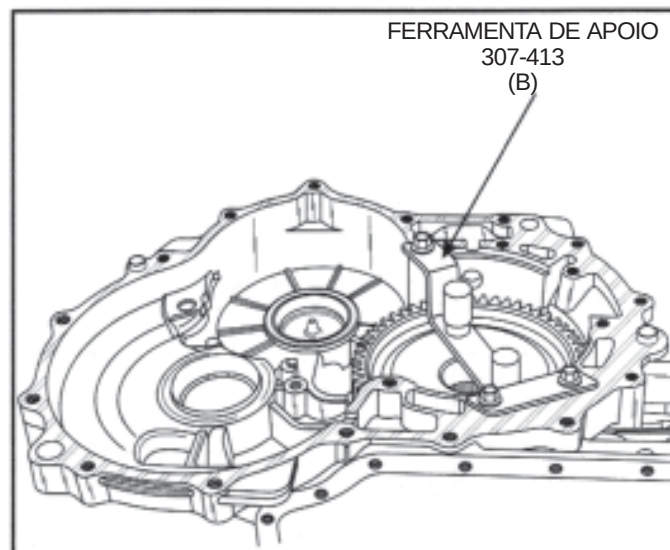

Figura 124
28. Trave a posição da engrenagem de entrada da tração final utilizando a ferramenta de apoio (B) (Vide Figura 124).